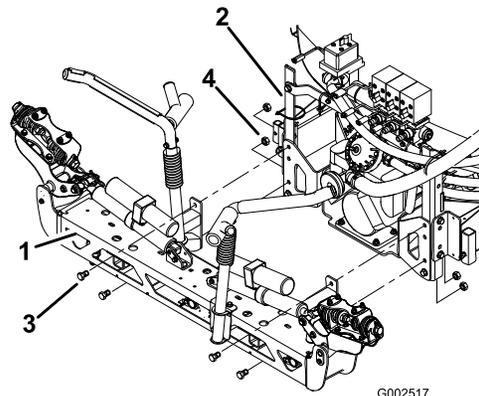

Figura 28
3. Monte el conjunto del brazo central en el conjunto del sistema de pulverización en los puntos de montaje del bastidor de los brazos, según se muestra en Figura 28, con 4 pernos (1/2 x 1-1/4 pulgadas) y cuatro contratuercas (1/2 pulgada).